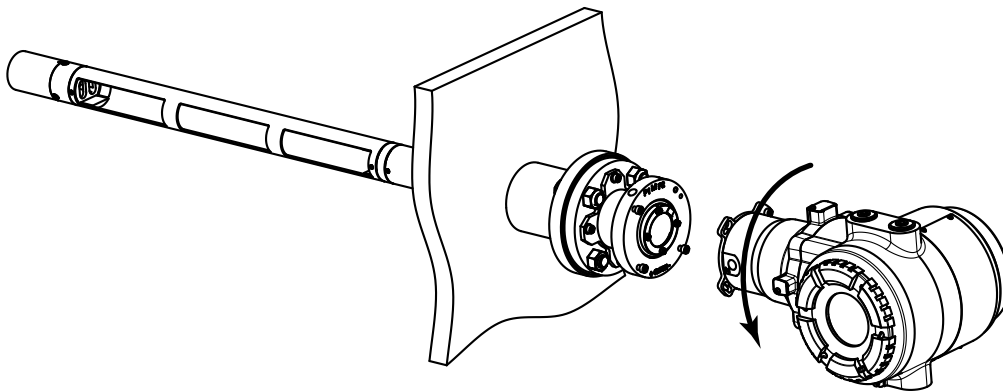

Abbildung 9.9 Entfernen vom Prozess
- (1) Verwenden Sie einen Inbusschlüssel (5 mm) und entfernen Sie nur die obere rechte Schraube des Schnellanschlusses (siehe Abbildung 9.9).
- (2) Lösen Sie die anderen Schrauben.
- (3) Drehen Sie das TDLS8100 langsam gegen den Uhrzeigersinn und nehmen Sie den Analysator von der Lanze ab.